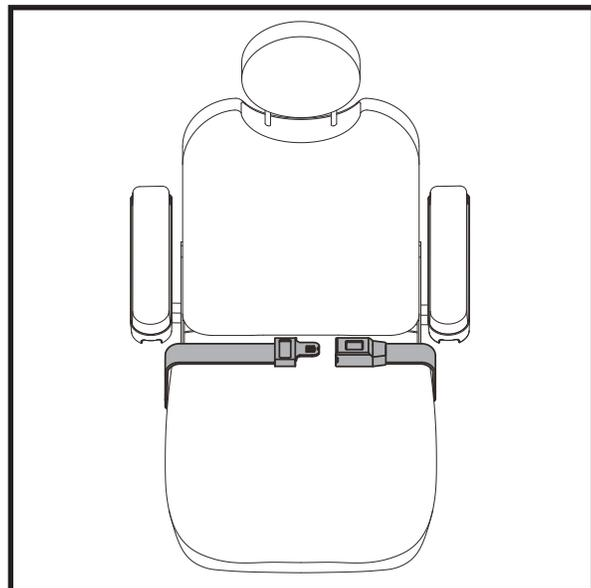

Figura 13. Regolazione della cintura di posizionamento
1. Una volta seduti, inserire la linguetta metallica su un lato della cintura nell'alloggiamento in plastica sul lato opposto fino a sentire un clic. **Vedere figura 13.**